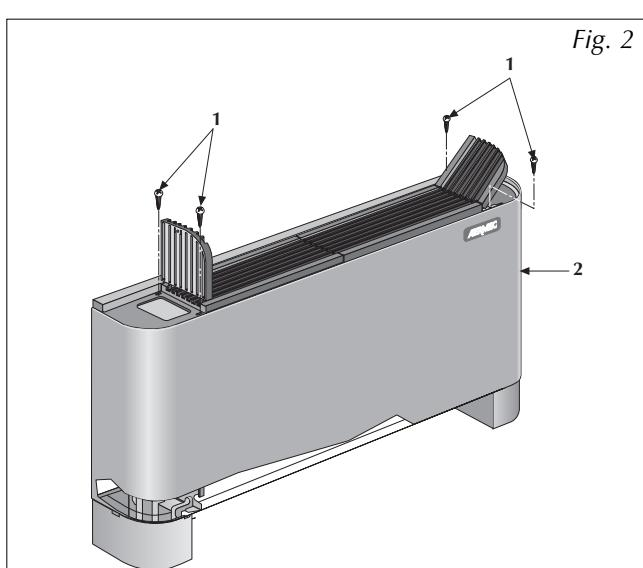

Fig. 2
per versione FCX - A estrarre il filtro dell'aria, togliere le quattro viti (1 fig. 2) che fissano il mantello al frutto e sfilare il mantello di copertura (2).
FCX - A version: extract the air filter by removing the four screws (1 fig. 2) securing the cover to the contact block, then slide off the cover piece (2);
pour version FCX - A, extraire le filtre de l'air, retirer les quatre vis (1 fig. 2) fixant la carrosserie au châssis et ôter la carrosserie (2);
bei Version FCX - A den Luftfilter herausnehmen, die vier Schrauben lösen (1 Abb. 2), die die Platte an der Anschlußhalterung befestigen und die Abdeckplatte (2) herausziehen;